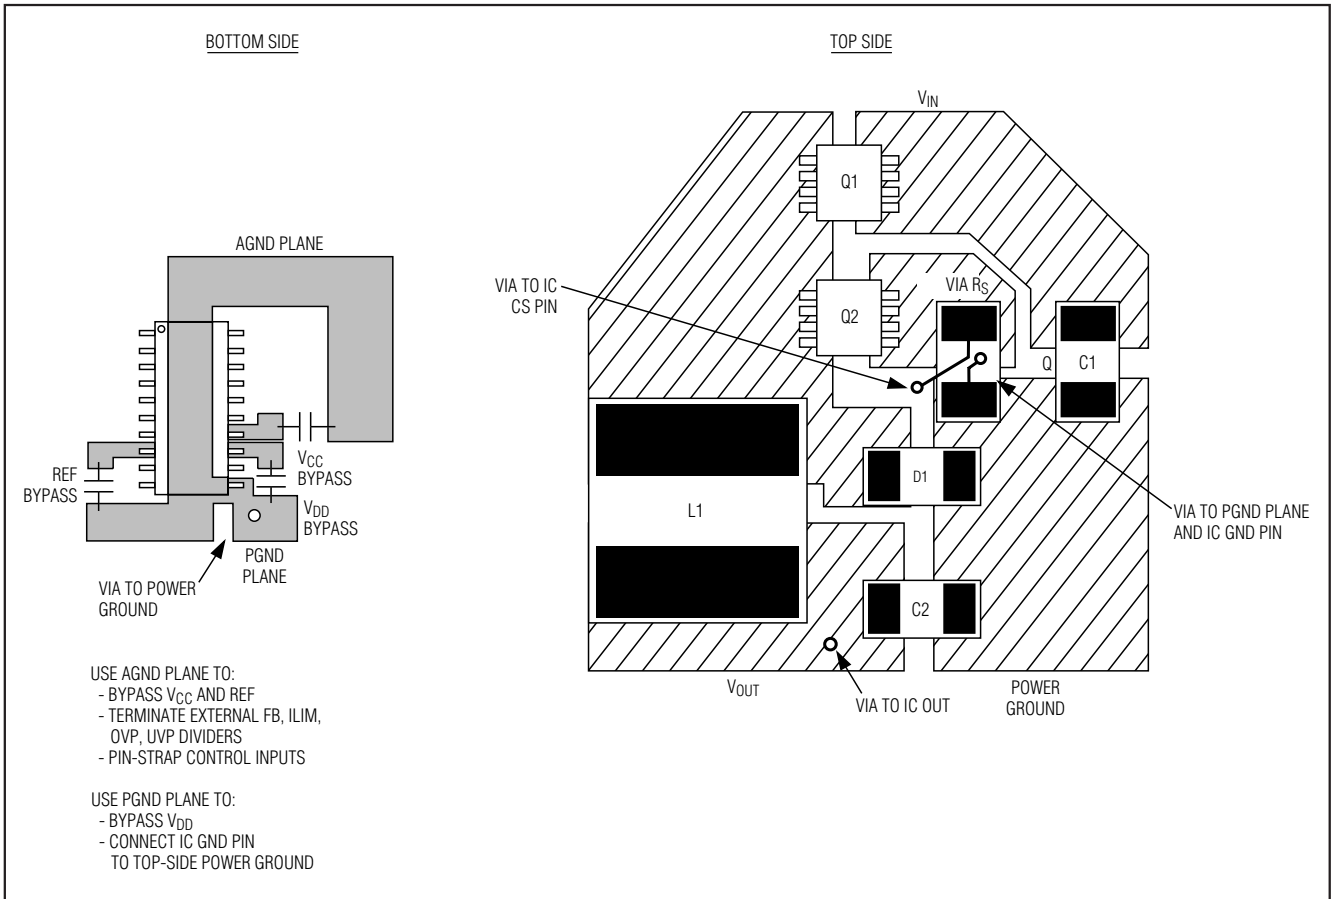

図9. 電力段のプリント基板レイアウトの例
スイッチング損失を小さくし、クリーンで安定な動作を達成するためには、プリント基板のレイアウトを慎重に行うことが大切です。スイッチングパワー段は、特に注意を要します(図9)。可能であれば、すべてのパワー部品をプリント基板の上側に実装してそのグランド端子を相互に同一面に配置してください。良質なプリント基板レイアウトとするためには、以下のガイドラインに従ってください：
4) 図9に示すようにDC-DCコントローラのグランド接続を行ってください。このダイアグラムは2つの分離されたグランドプレーンを持つと見ることができます：すべての大電力の部品が接続されるパワーグランド、および敏感なアナログ部品に対するアナロググランドプレーンです。アナロググランドプレーンとパワーグランドプレーンは、ICの直下で一点でのみ接続しなければなりません。